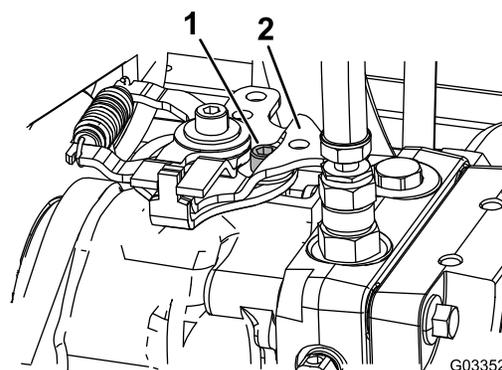

Figura 43
3. Na bomba hidráulica de tração (interna), remova a haste de articulação do braço de comando (Figura 43).